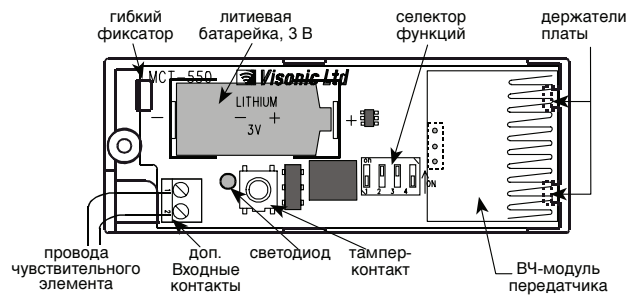

Рис. 7 - Плата
I. Соедините два провода кабеля чувствительного элемента с входными контактными гнездами (см.рис. 7). Провода могут соединяться с контактами в любом порядке.